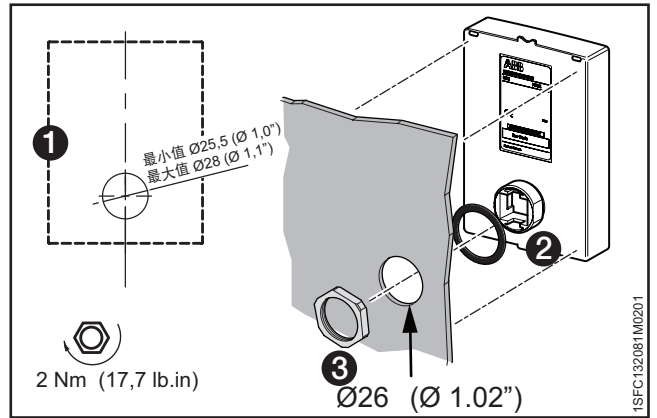

图 4.9
1. 要从软起动器拆下可分离 HMI，松开可分离 HMI 下方的塑料插销，见图 4.9 中的 ① 和 ②。
2. 在要安装可分离 HMI 的位置钻一个孔。孔的最大尺寸为  $\varnothing 26$  ( $\varnothing 1.02$ "），见图 4.9 中的 ①。将橡胶垫圈放在可分离 HMI 上的螺纹式网络连接器周围，见图 4.9 中的 ②。按下螺纹式网络连接器以使其穿过钻孔。见图 4.9 中的 ③。使用 2 Nm (17.7 lb/in) 的转矩拧紧螺纹式网络连接器上的塑料螺母。